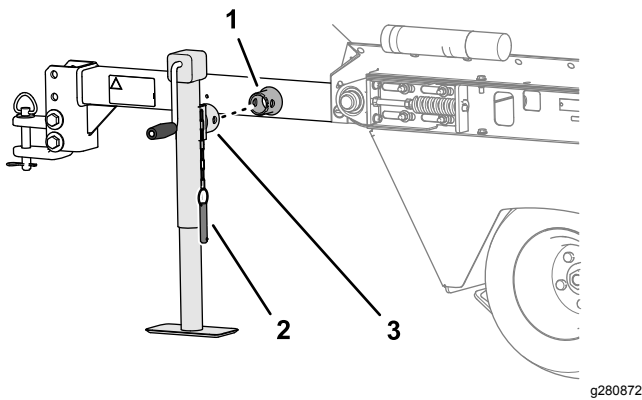

Figure 6
- Glissez le cric sur le tube de montage sur le timon (Figure 6).